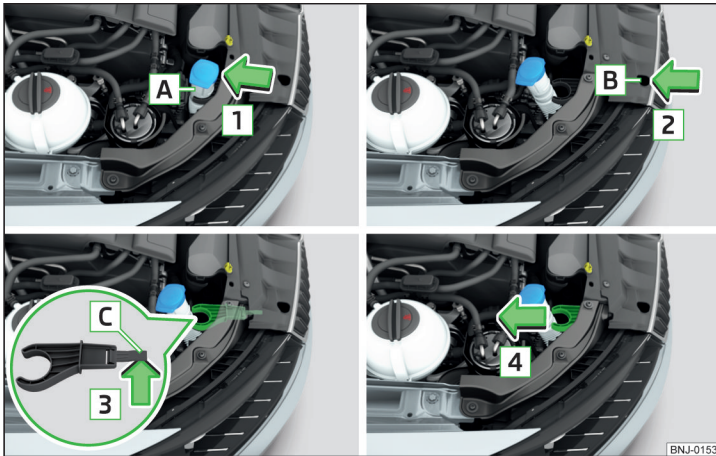

Fig. 184 Demontarea suportului ștuțului rezervorului de apă pentru spălare
- > Desprindeți ștuțul rezervorului **A** din cleme de la suport, în sensul săgeții **1** » fig. 184.
- > Împingeți suportul ștuțului rezervorului în sens opus săgeții **4** » fig. 184.